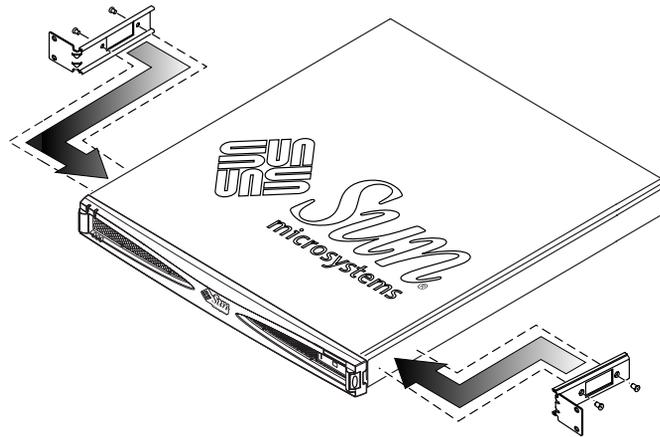
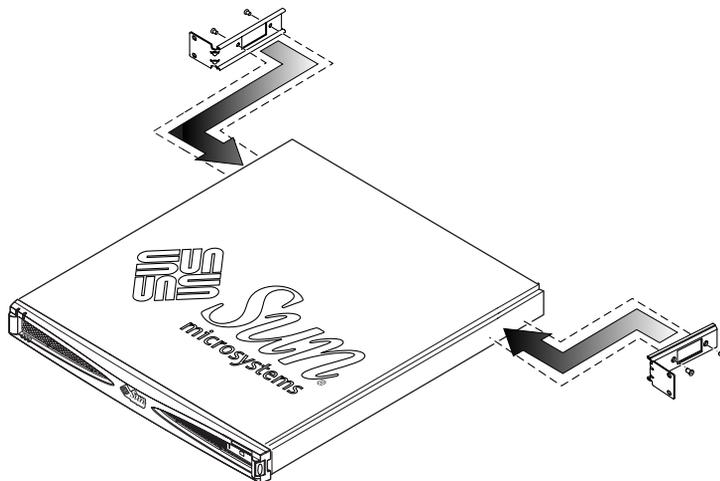

FIGURE 3-9 Fixation du support du montage en armoire près de l'avant
FIGURE 3-10 Fixation du support du montage en armoire près de l'arrière
1. Fixez les deux supports fixes soit aux deuxième et troisième trous taraudés près de l'avant du système (voir FIGURE 3-9), soit aux trous taraudés près de l'arrière du système (voir FIGURE 3-10).